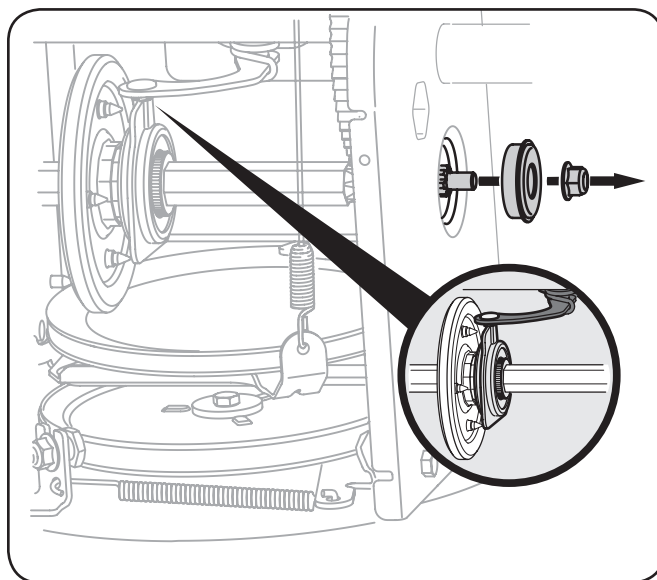

Figura 7-8
5. Retire con cuidado la tuerca hexagonal y la arandela que sujetan el eje hexagonal al marco de la máquina quitanieve, y golpee suavemente el extremo del eje para desplazar el cojinete de bolas del lado derecho del marco. Vea la Figura 7-8.